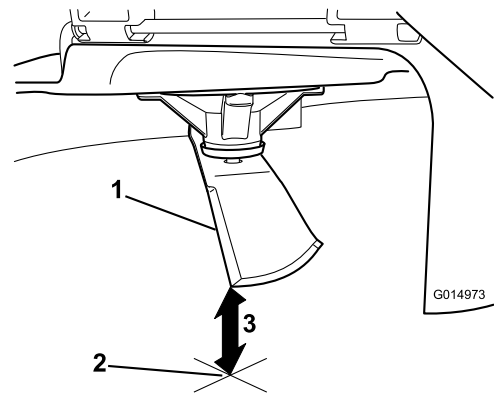

Figura 112
3. Mida desde la punta de la cuchilla hasta la superficie plana (Figura 112).